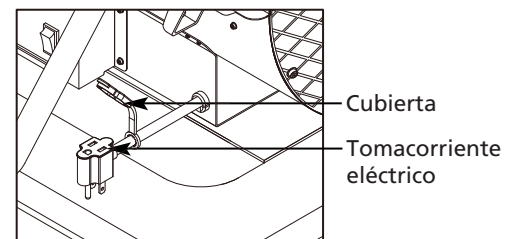

Figura 8 - Cable de alimentación con conector en cascada
- Siempre mantenga cubierto el tomacorriente cuando no se utilice. Consulte la Figura 8.